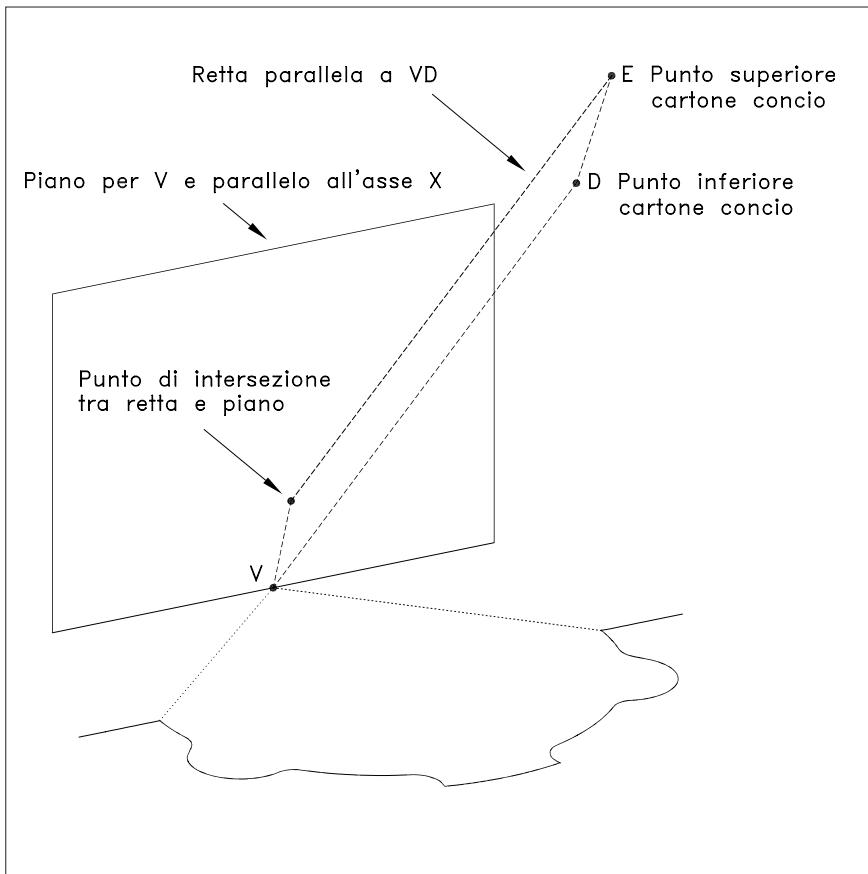

Figura 7. Reperimento dei quattro punti, appartenenti ad un piano, che definiscono gli estremi dei cartoni di taglio.
**D)** Trovati, per ogni linea di taglio, i punti sul profilo inferiore e superiore, da quest'ultimo viene lanciata una retta parallela alla congiungente il vertice con il corrispondente punto inferiore: pertanto il quarto punto di ogni cartone di taglio è definito dall'intersezione di tale retta con il piano verticale passante per il vertice e parallelo all'asse X (o un piano verticale parallelo all'asse Y, sempre passante per il vertice, nel caso la retta sia parallela all'asse X o infine un piano orizzontale e per il vertice se la retta è verticale), come descritto nella figura 7.